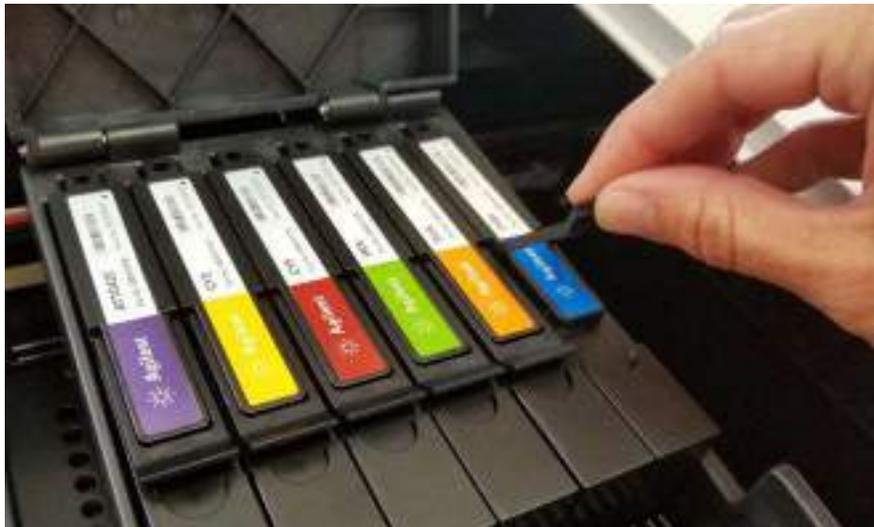

Figura 47 Elevación de la lengüeta articulada en un módulo óptico
- b Levante la lengüeta articulada que hay en la parte superior del módulo óptico (consulte la Figura 47) y tire de ella para elevar el módulo óptico hasta sacarlo de la ranura.